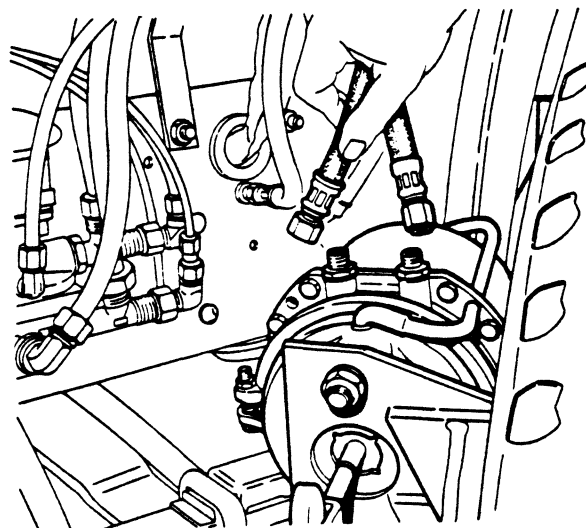

Fig. 2
- Zet het voertuig op de parkeerrem en neem de aansluitingen van de luchtslangen bij de veerremcilinder los (Fig. 2). Merk eventueel de aansluitingen om te voorkomen dat deze bij het monteren verwisseld worden. Bij voertuigen met remkamers i.p.v. veerremcilinders hoeft uiteraard maar één leiding losgenomen te worden.